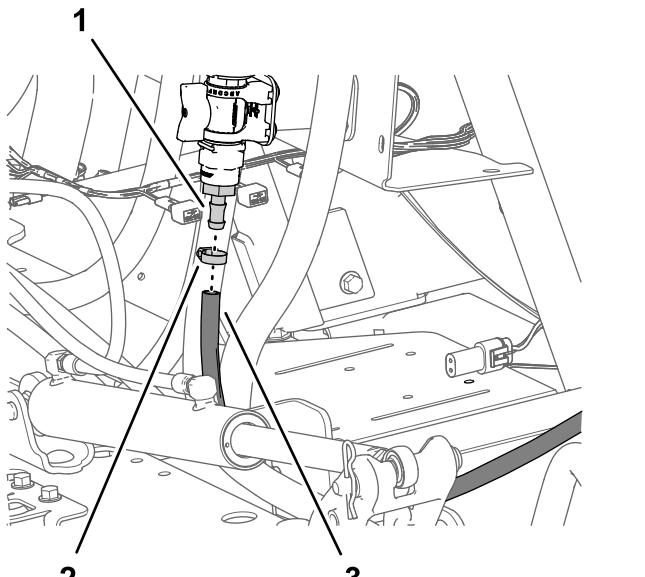

図 20
6. 散布スティック用ホースを、制御バルブのバーブ付きフィッティングに接続し、ホースクランプで固定する図 20。